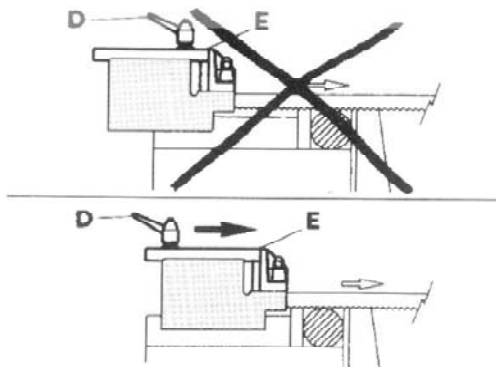

Fig. 2
Skæremaskinen er udstyret med et flytbart styr (E) med indbygget beskyttelse, som fører den del af klingens, der indsættes i selve snittet, og som samtidig beskytter den del af klingens, der ikke er i brug. Justeringen foretages helt enkelt ved at slække håndtaget (D) og forskyde styret (E) for at flytte det tættere på eller længere væk fra emnet, der skal skæres i (fremgår tydeligt af fig. 2).
- Løsn håndtaget D (fig. 2), og skub klingestyrer så langt, det kan komme i den retning, som pilen i fig. 2 viser.